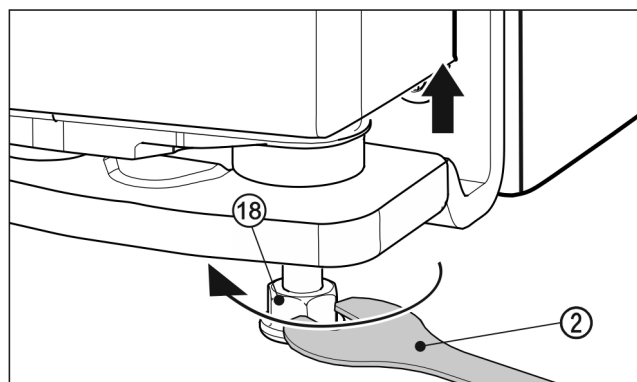

Fig. 25
- Aby unieść drzwi nóżkę Fig. 25 (18) wykręcić w prawo przy pomocy dołączonego klucza widlastego Fig. 25 (2), aż będzie przylegać do podłoża. Następnie obracać dalej, aż wysokość drzwi zostanie wyregulowana. Podczas dostawy trzpień zawiasu jest całkowicie wkręcony.